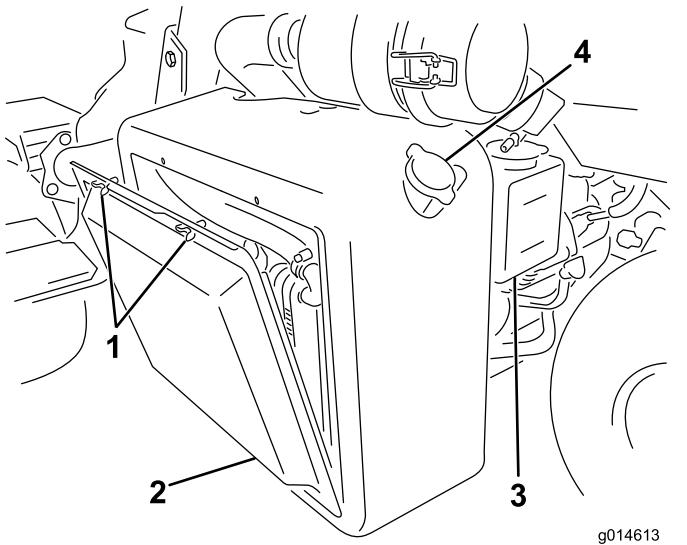
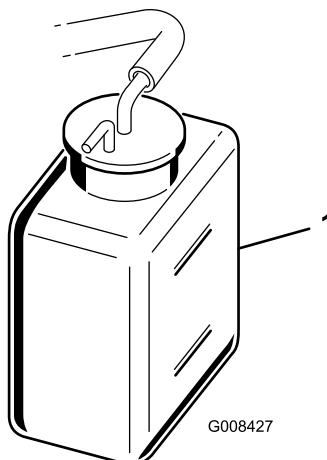

図 35
図 36
1. ラジエターのスクリーンを外す図 35。
2. 冷却液の量を点検する図 35と図 36。